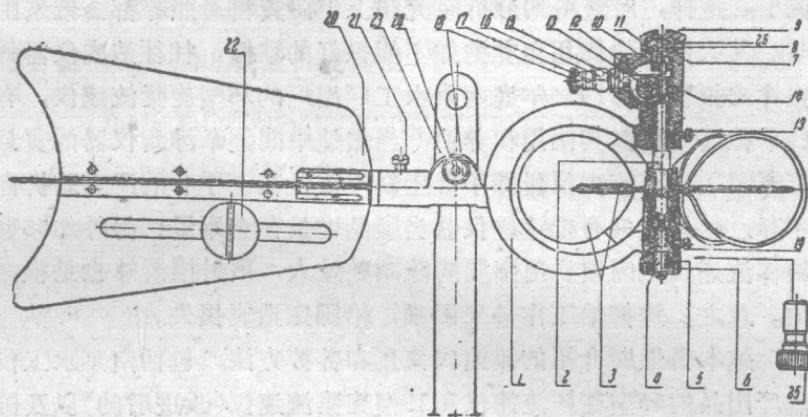

图 1
1.結構：55型旋杯流速仪的主要結構为轉子、接触部分、軌架及尾翼(詳見图 1)。